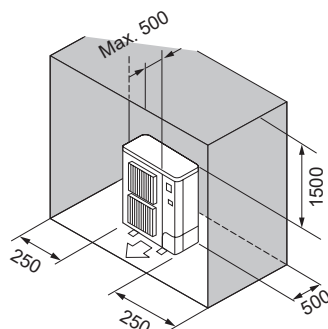

Fig. 2-8
⑥ Obstacles à l'arrière, sur les côtés et au-dessus (Fig. 2-8)